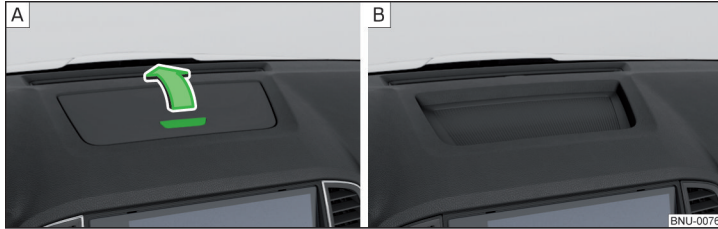

Abb. 107 Ablagefach öffnen / Nicht abschließbares Ablagefach
- Zum **Öffnen** die Taste drücken » Abb. 107 - , der Deckel klappt in Pfeilrichtung.
Bei einigen Fahrzeugen verfügt das Ablagefach über keinen Deckel » Abb. 107 -  oder ist anstelle des Ablagefachs ein Lautsprechergitter verbaut.